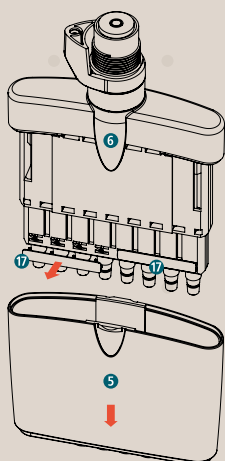

Fig. 10
- Retirez le tube d'éjection **5** en desserrant/soulevant la fixation **6** (Fig. 10).